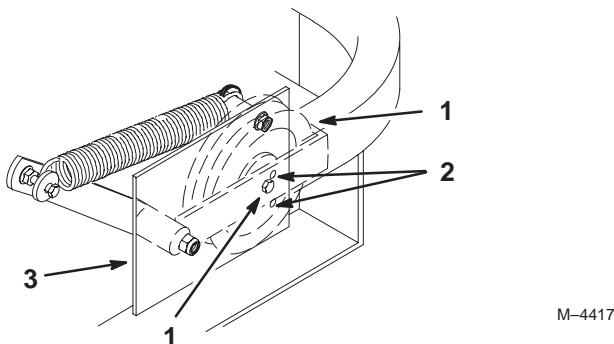

Bild 74
Wichtig Stellen Sie sicher, dass der Riemen in die vorderen und hinteren Riemenführungen eingesetzt ist (Bild 74).
4. Prüfen Sie die Riemenspannung. Die gefederte Zentrierspannsschraube sollte in der linken Stützplatte in der Nähe des oberen Einstellochs sein (Bild 74).